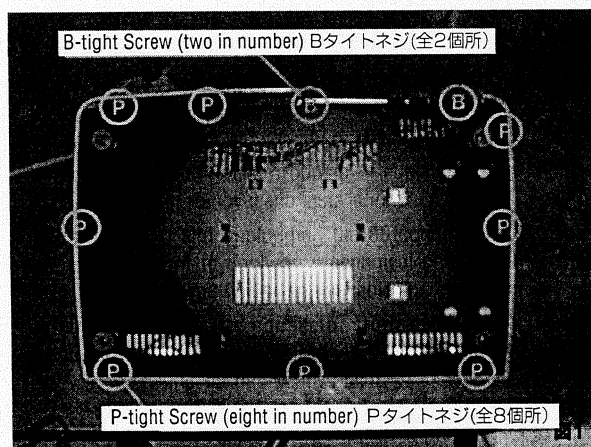

Figure. 1 / 図 1
- [1] Place the unit upside down and remove the bottom chassis. (Screw locations shown in Figure 1)
- [1] 製品を天地逆の状態で設置し、ボトムシャーシを外して下さい。(ネジ位置：図1 参照)
- [1] Put the chassis back to its place paying attention not pinching wires. (Screw locations shown in Figure 1)
線材の挟み込みに注意し、ボトムシャーシを組み付け下さい。(ネジ位置：図1参照)